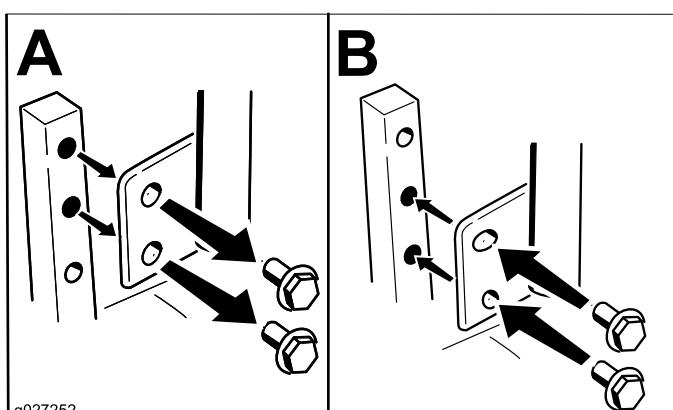

Figura 20
2. Afloje el perno inferior lo suficiente para poder desplazar hacia adelante o hacia atrás la palanca de control (Figura 20).